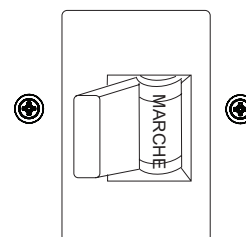

Figure 21. Disjoncteur principal (MARCHE)
- Placer le disjoncteur principal (Figure 21) en position **MARCHE**.